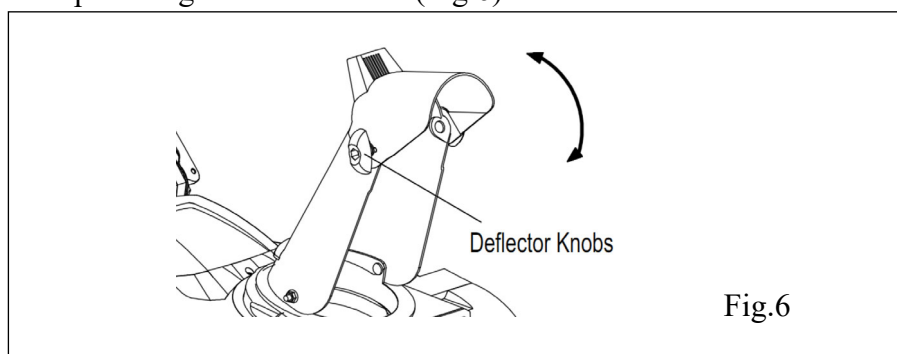

Fig.6
1. Afloje las perillas para subir o bajar el deflector hasta el grado deseado de nieve que desee tirar. Apriete las perillas para asegurar el deflector. (Fig.6)